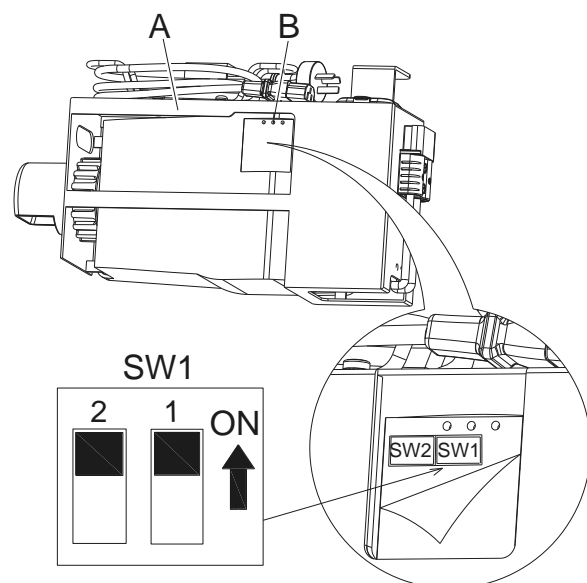

Figura 7
1. Apague la máquina y desmonte el cargador de a bordo (A, Figura 7) de la máquina. A continuación, abra la etiqueta del cargador (B, Figura 7) encontrará los 2 conjuntos de los interruptores (SW1 y SW2) en el cargador.